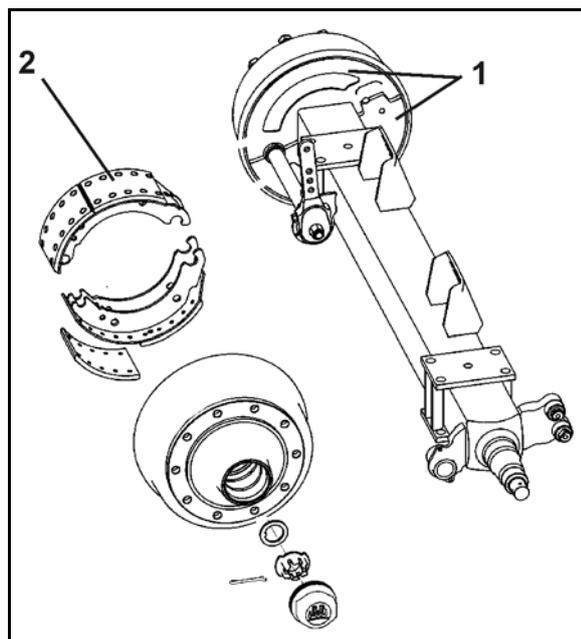

Рис. 163
1. Выверните болты и снимите оба защитных кожуха (Рис. 163/1) с внутренней стороны тормозного барабана.
Грязь может скапливаться на тормозных накладках (Рис. 163/2) и значительно снижать эффективность торможения.